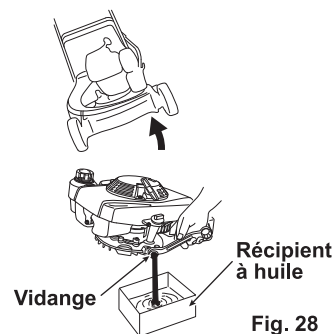

Fig. 28
2. Vidangez l'huile moteur en la faisant couler par l'orifice de vidange. (Voir Fig. 28)